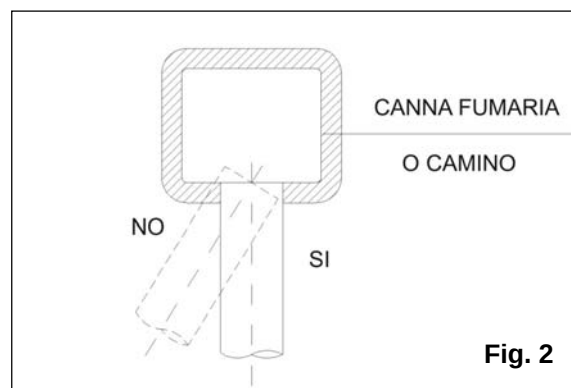

Fig. 2
- ☐ il condotto di scarico deve essere perpendicolare con la parete interna opposta del camino o della canna fumaria (fig. 2)